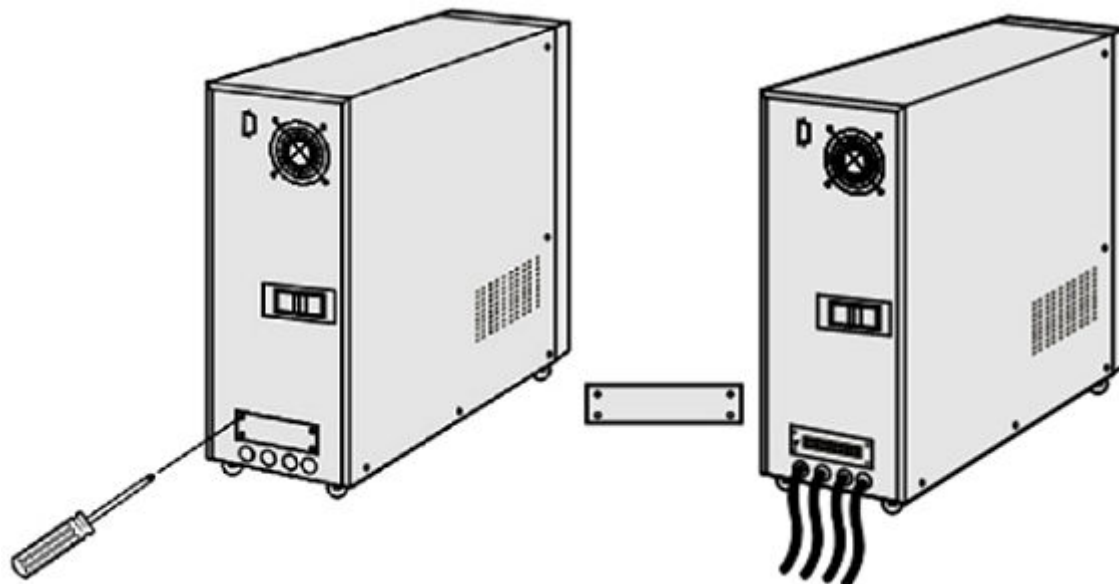

Рис. 11
(1) Клеммная панель расположена под силовым выключателем. Крестовой отвёрткой отверните два винта крышки закрывающей клеммную панель (Рис. 11)